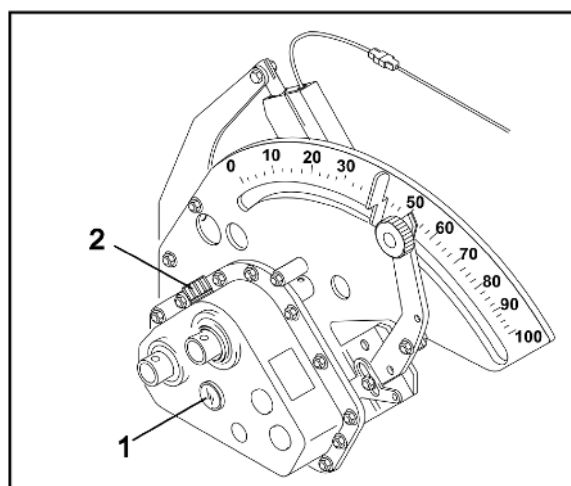

Fig. 121
Die Schieber (Fig. 121/2) bei Nichtgebrauch deaktivieren. Deaktivierte Schieber verschließen die Zuläufe zu den Fahrgassenscharen nicht.
5. Schrauben (Fig. 121/1) lösen.
6. Schiebertunnel (Fig. 121/2) entfernen.
7. Der Schieber (Fig. 121/3) steckt, wie dargestellt, in der Führung.
8. Schieber (Fig. 121/3) umdrehen und in die Bohrung (Fig. 121/4) stecken.
9. Schiebertunnel (Fig. 121/2) auf der Grundplatte anschrauben.